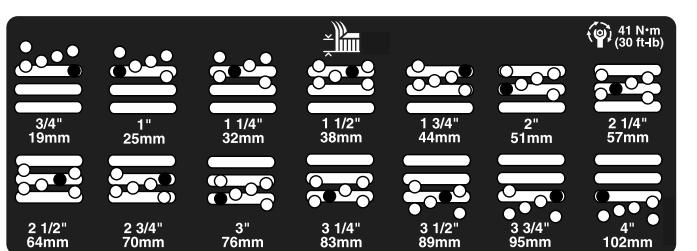

図 25
5. 希望の刈り高にチェンバを合わせ、その刈り高の穴とスロットにスペーサを通す図 25。